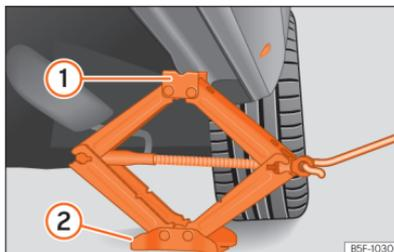

Fig. 255 Longarina: colocação do macaco do veículo.
- Rode a manivela do macaco, colocado por baixo do ponto de apoio da longarina, para levantá-lo até que o ressalto ① >>> Fig. 255 se encontre por baixo do alojamento previsto.
- Alinhe o macaco de forma a que a patilha ① «encaixe» no alojamento previsto da longarina e que a placa base móvel ② fique apoiada no chão. A placa base ② deve ficar colocada na vertical relativamente ao ponto de apoio ①.